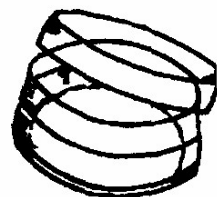

图 1-6 汽油缸
4. 汽油缸 汽油缸是用来存放溶剂汽油或其他清洗液的。为了防止汽油挥发,最好采用磨砂口的汽油缸(见图 1-6)。如无汽油缸时,也可用其他密封性好的容器代替。